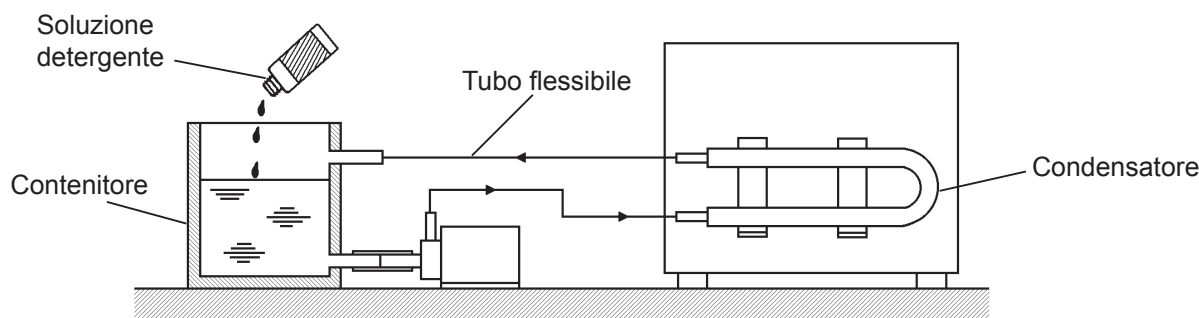

Fig. 8
- 6) Collegare i flessibili come mostrato nella Fig. 8 e fissarli mediante fascette.